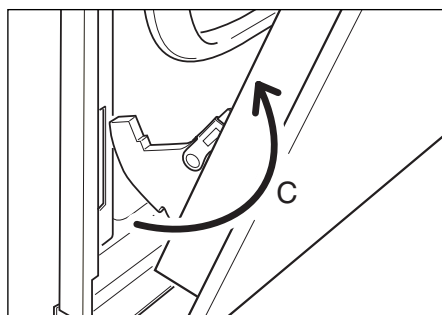

Figura 50e
- Estrarre i ganci della cerniera dalla loro posizione seguendo la freccia "C" (Figura 50e).